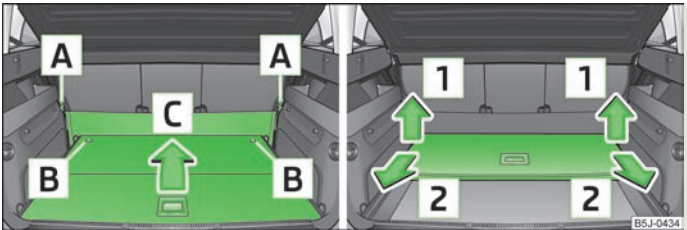

Abb. 48 Variablen Ladeboden zusammenklappen / herausnehmen
- › Die Schlaufen **A** » Abb. 48 der elastischen Trennwand aus den Befestigungspunkten aushängen.
- › Den variablen Ladeboden durch Drehen der Sicherungsbolzen **B** » Abb. 48 nach rechts um ca. 180° verriegeln.